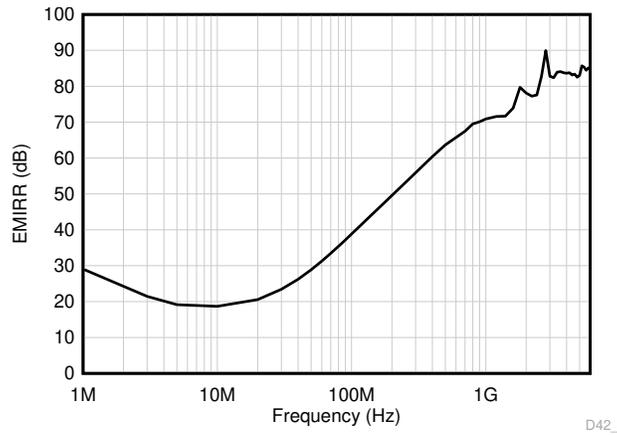

图 7-4. EMIRR 测试
TLV904x 通过集成电磁干扰 (EMI) 滤波降低无线通信设备、混合使用模拟信号链和数字元件的高密度电路板等干扰源产生的 EMI 效应。利用电路设计技术可以提高 EMI 抗扰度；TLV904x 从这些设计改进中受益。德州仪器 (TI) 已具备在  $10\text{MHz}$  至  $6\text{GHz}$  宽频谱范围内准确测量和量化运算放大器抗扰度的能力。图 7-4 展示了对 TLV904x 执